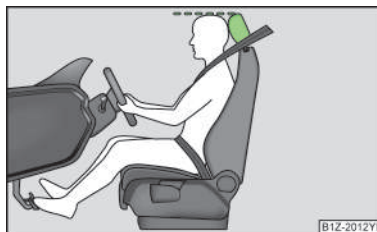

图2
- ▶ 调整头枕：使头枕上沿尽可能与头顶在同一高度»图2。头枕应根据身高进行正确调节，不正确的头枕位置在突发的行驶状况、制动或事故发生时可能会导致严重伤害。
- ▶ 调整头枕，使头枕上沿尽可能与头顶在同一高度» 图2，见第9页。